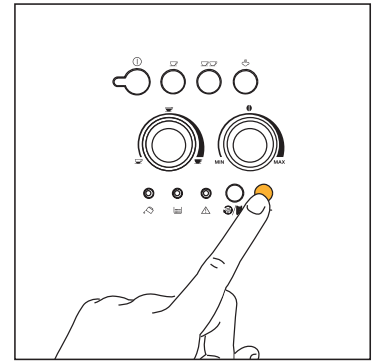

Fig.18
1. Appuyez sur la touche  pour sélectionner la fonction café prémoulu (fig. 18). Le voyant dans le bouton s'allume pour indiquer que la fonction a été sélectionnée et que le fonctionnement du moulin à café est coupé.